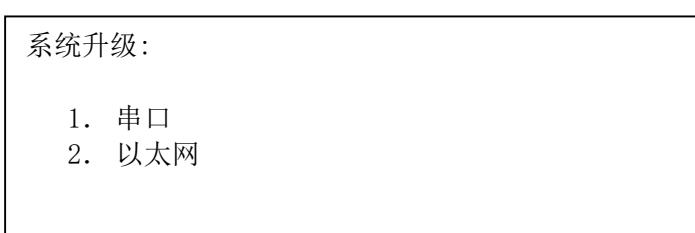

图5-28
- ① 按“功能”键进入选项菜单，按【↑】【↓】键进入系统菜单。按‘3’进入用户登录界面，输入二级密码，按“确认”键进入系统升级界面。（图5-28）。